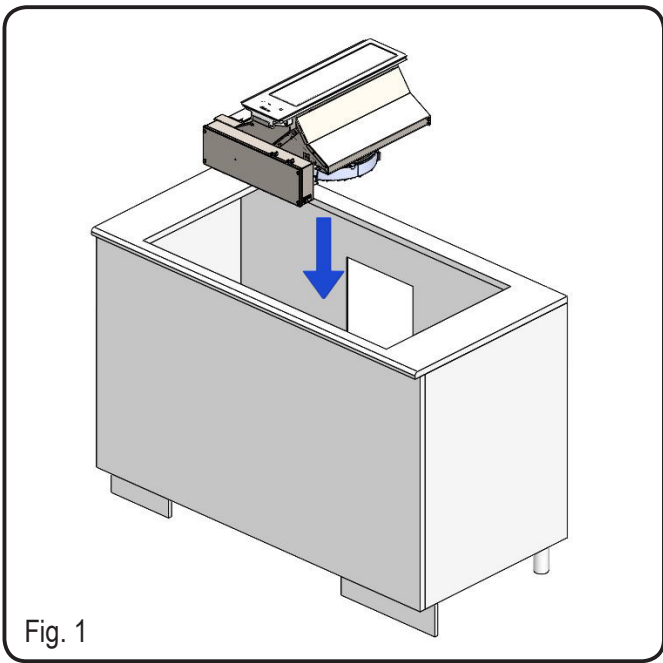

Fig. 1
4. Monter emhætten i udsikringen - sæt den i ovenfra (fig.1).